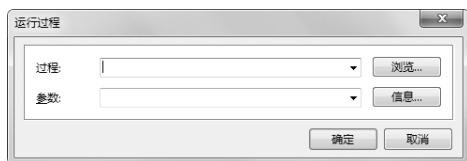

图 1-7 “运行过程”对话框
(9) “运行进程”命令：提供了以命令行方式启动某个进程的功能，可以启动系统提供的任何进程。选择该命令弹出“运行过程”对话框，如图 1-7 所示，单击其中的“浏览”